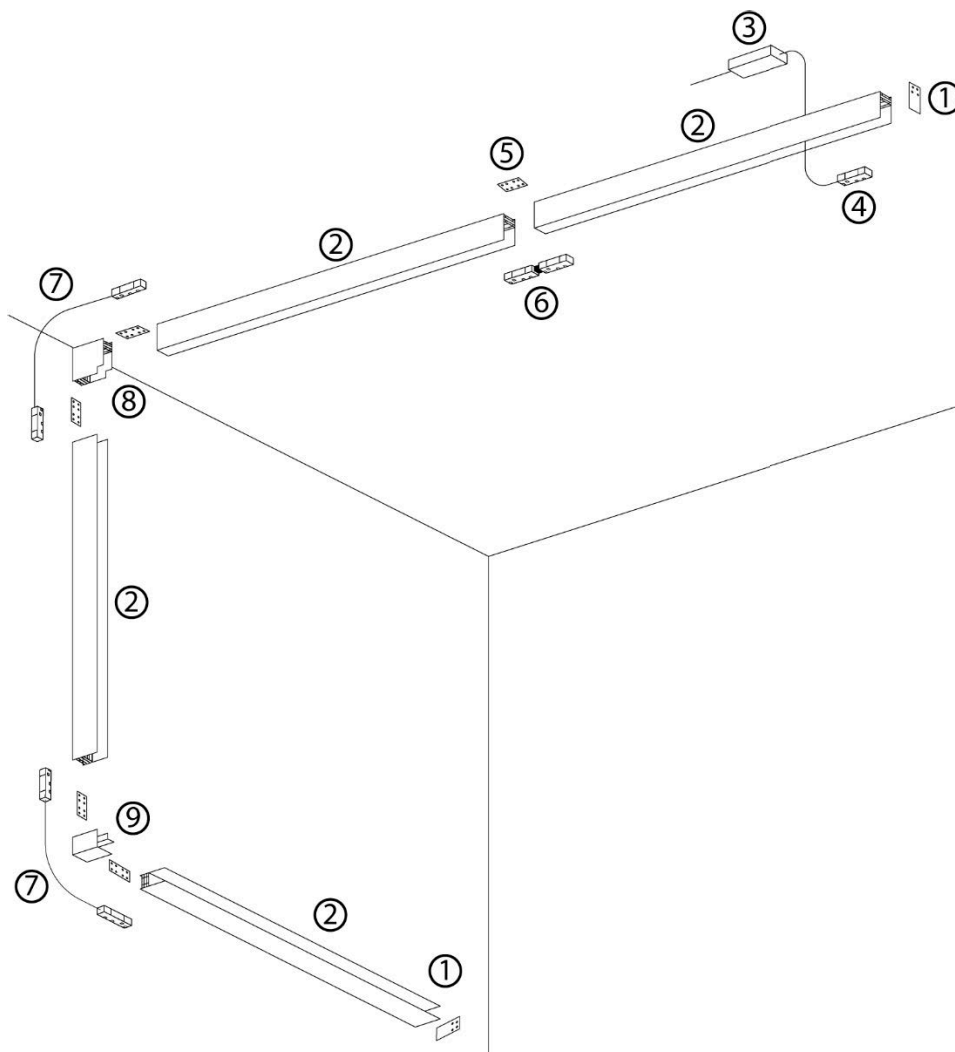

Рис. 1 Схема установки шинпровода CABM1000
- 5.3 Соберите необходимую вам систему шинопровода по аналогии со схемой, как показано на Рис. 1.